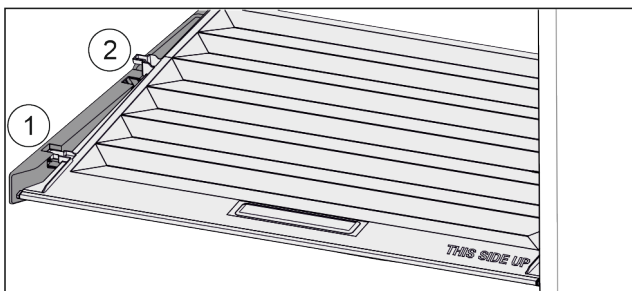

Fig. 36
- ▶ Pokrywę pociągnąć do przodu Fig. 36 (1), aż otworzy się w elementach trzymających.
- ▶ Podnieść tył od dołu i w wyjąć Fig. 36 (2) go do góry.